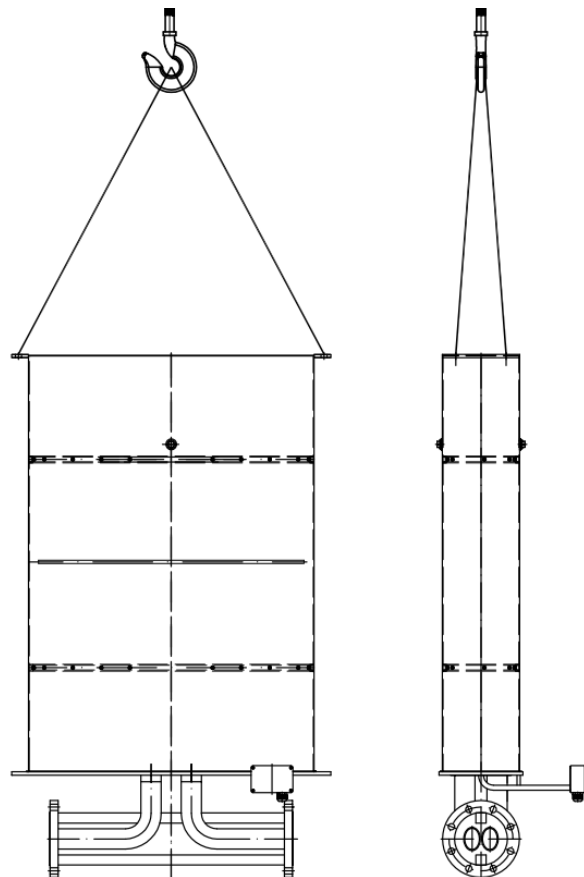

Abbildung 1: Heben eines RHM30/40/60/160-Sensors für Anwendungen mit Gasen
- Sensoren sollten wie in Abbildung 1 bis 4 dargestellt gehoben werden.